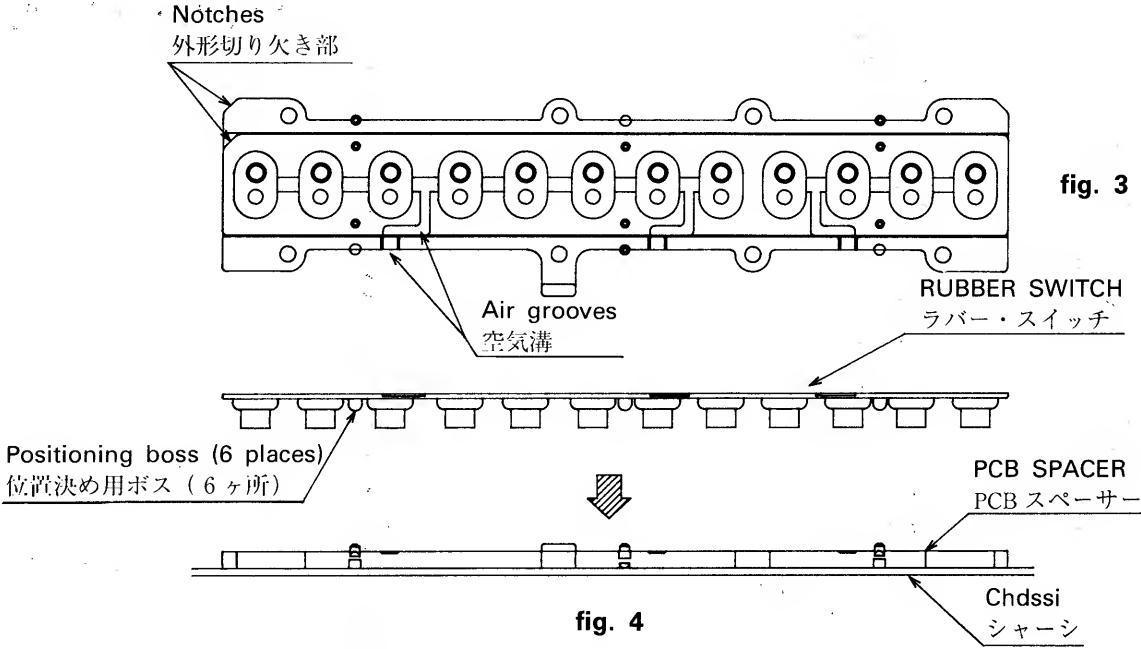
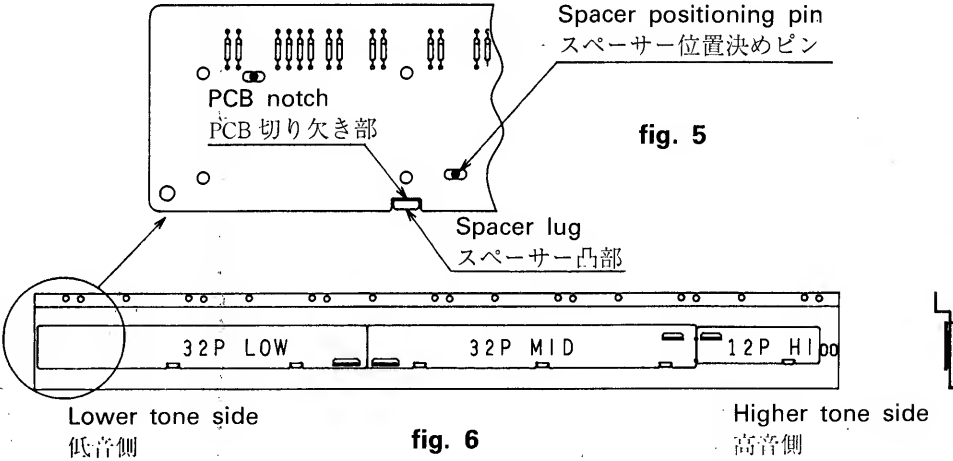

fig. 3
fig. 4
2) Then, locate the bosses of the Rubber Switches in the round holes of the Spacers, and as done for the Spacers, put one Rubber Switch 8PL, four Rubber Switches 12P, one Rubber Switch 13P and one Rubber Switch 7PH in order, starting on the lower tone side. At this time, carefully match the positions of the Rubber Switches, Spacer notches and air grooves. (See fig. 3 and fig. 4.)
2) 次に、SPACER の丸穴部に RUBBER SWITCH のボスを位置決めして、SPACER と同様に低音側より順に RUBBER SWITCH 8PL、RUBBER SWITCH 12P を 4 個、RUBBER SWITCH 13P、RUBBER SWITCH 7PH と置いていきます。この際、RUBBER SWITCH と SPACER の外形切り欠け部、及び空気溝の位置が合うように注意してください。(fig.3 fig.4 参照のこと)